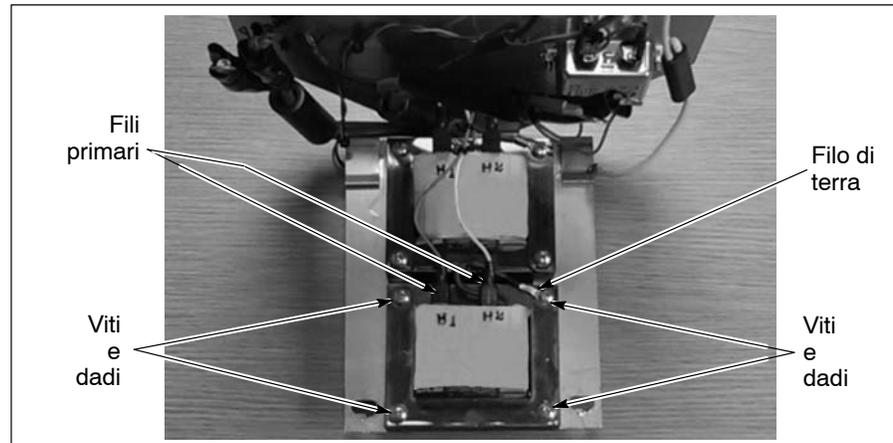

Figura 6-20 Smontaggio del trasformatore
5. Vedi figura 6-20. Prendere nota dei colori dei fili primari collegati alle linguette dei terminali H1 e H2 del trasformatore, poi scollegare le prese dei cavi dalle linguette.